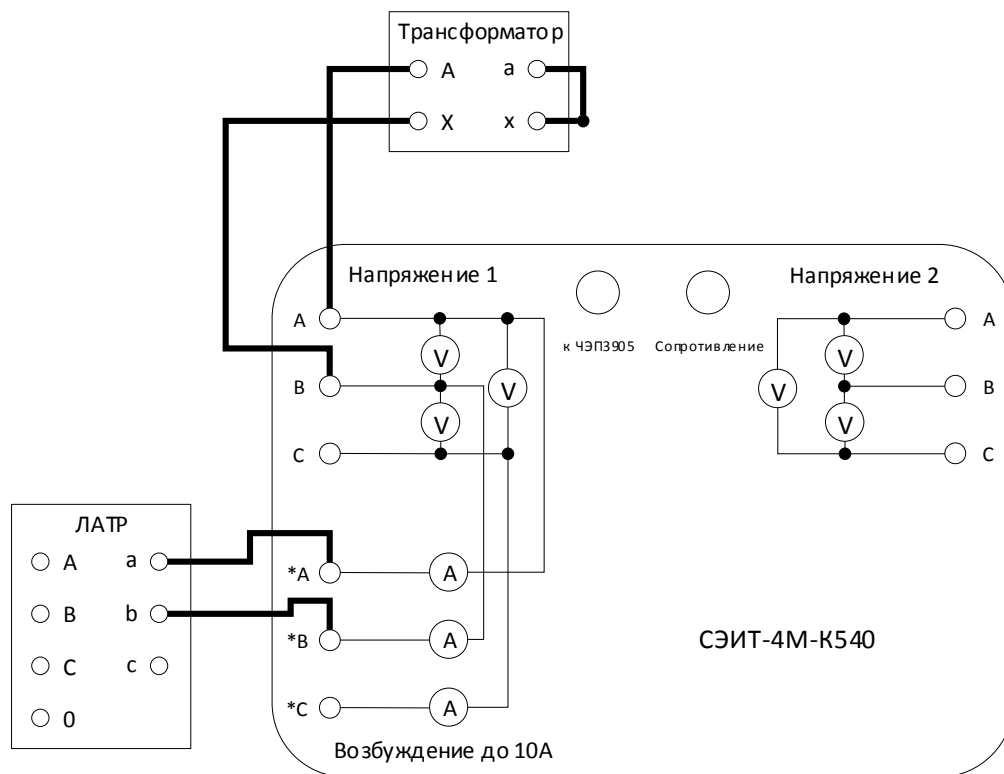

Рис. 20. Схема соединений для однофазного опыта КЗ
5.4.3. Для проведения опыта с однофазным трансформатором собирается схема, представленная на рис. 20.